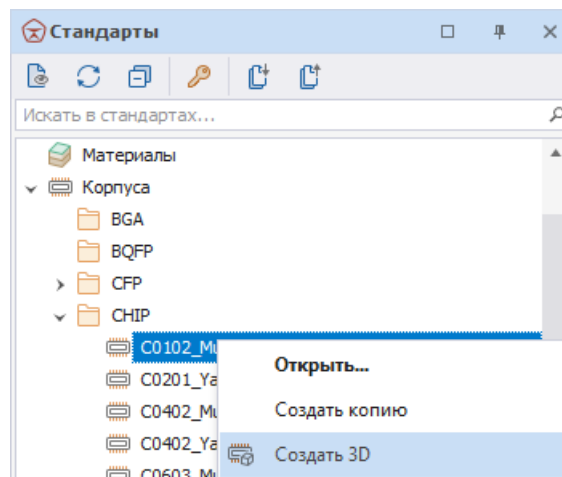

Рис. 88 Создание 3D модели корпуса
2. Вызовите контекстное меню и выберите пункт «Создать 3D», см. Рис. 88.